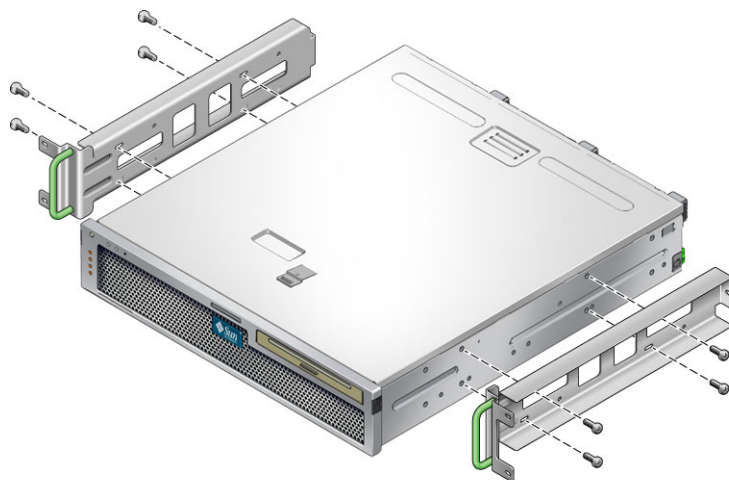

図 3-19 サーバーへの側面レールの固定
10. M5×10 SEM ねじを 8 本 (各側面レールに 4 本ずつ) 使用して、側面レールをサーバーの側面に固定します (図 3-19)。